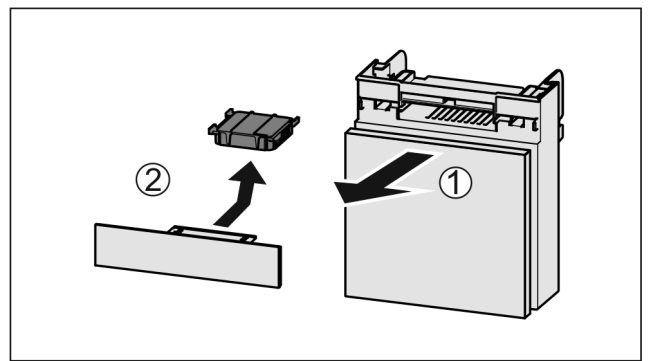

Fig. 148
- ▶ Retire el compartimiento hacia delante Fig. 148 (1).
- ▶ Retire el filtro de carbón activo Fig. 148 (2).